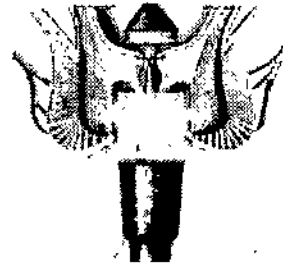

Figura. 6
4. Gire la engrapadora PPH a la abertura máxima (aproximadamente 5.5cm). Para la fisión grapadora, desconecte el yunque y retire la cubierta para la conexión de la grapadora, retire la cubierta directamente y, a continuación, hacer el yunque profundamente en la parte superior del monedero, ate la sutura para hacer los tejidos alrededor de la varilla central (véase la figura 6).